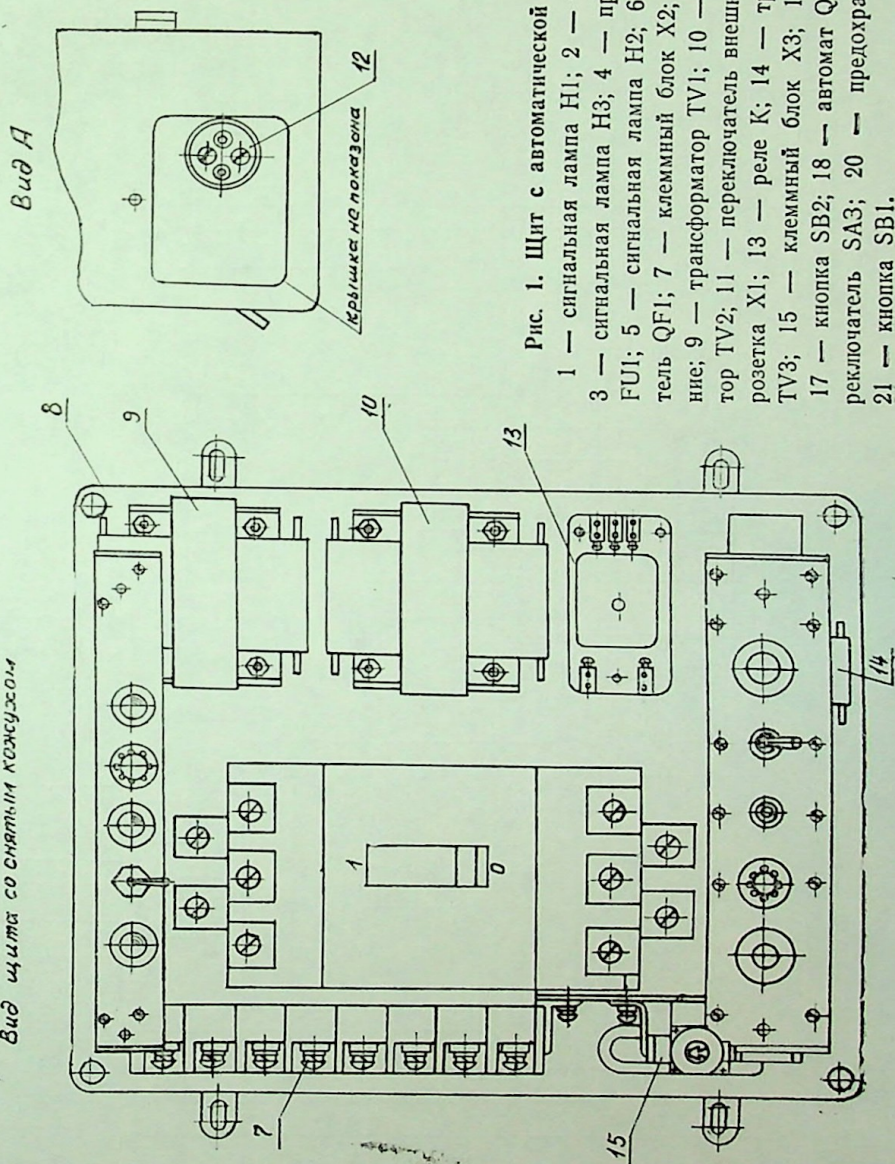

Рис. 1. Щит с автоматической защитой.
4.1. Щит защиты (рис. 1) состоит из:
5.1.1. Устройство изделия, общий вид с габаритными и установочными размерами, электрическая принципиальная схема и схема соединений представлены на рис. 1, 2, 3. Обозначение электрических элементов приведено в таблице 4, соединение и марка проводов — в таблице 5.
5.1.2. Монтаж основных элементов и приборов щита защиты выполнен на металлическом основании 8. Установленные приборы закрываются кожухом 16 (рис. 1).
6) включить внешний источник, при этом на щите защиты должна загореться лампа 1 «СЕТЬ» (рис. 1);
1) включить тумблер 2 «ТРАНСФОРМАТОРЫ» (рис. 1);
1) переключатель 19 (рис. 1) перевести в положение «ОТ АККУМУЛЯТОРА»;